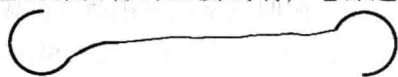

图 1-9 熔丝的松紧度和端头的绕法示意图
2) 安装熔丝时,熔丝端头绕向应正确,不要折弯和扭伤熔丝,不要过松或过紧,以免熔丝的额定电流降低或发热量增加,导致熔丝局部过热误熔断,要使熔丝自然成形。图 1-9 所